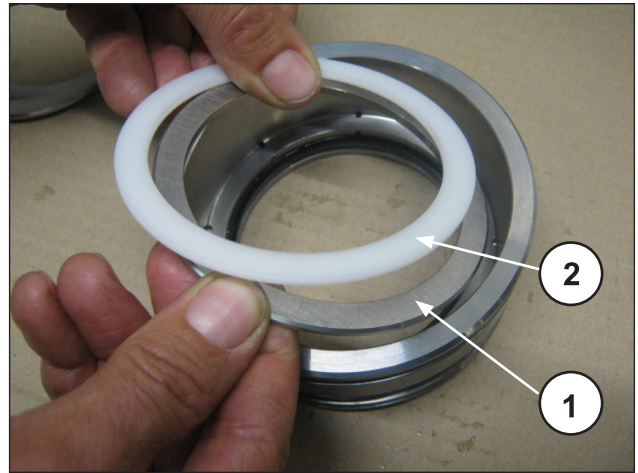
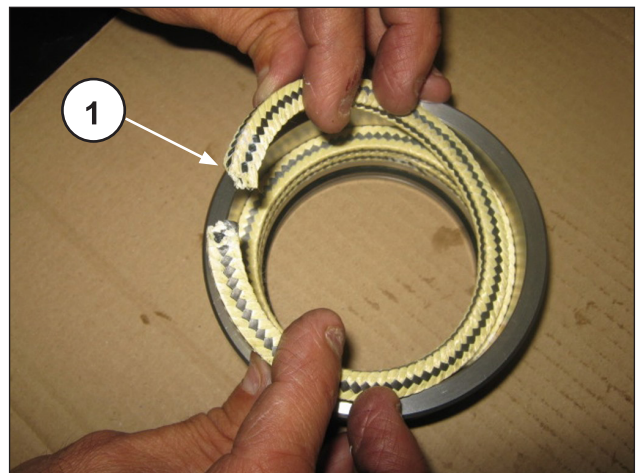

Fig. 250
Fig. 251
Monte o anel de suporte e o anel de anti-extrusão (pos. ①②, Fig. 250), e as três embalagens, prestando atenção para que os entalhes estejam localizados a 120° de um para outro (pos. ①, Fig. 251), o anel raspador da embalagem e o anel para mola (pos. ①②, Fig. 252).